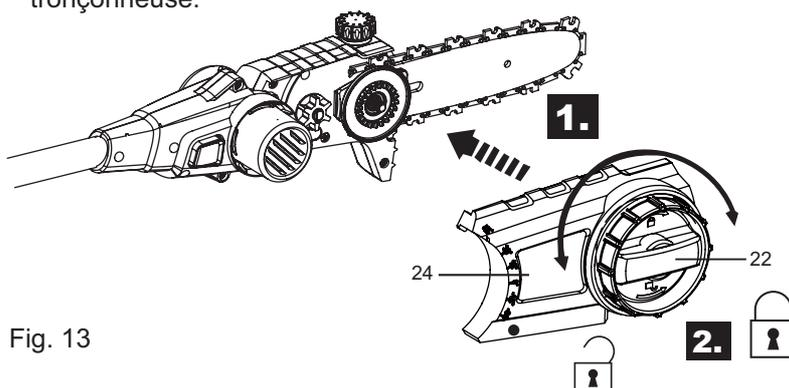

Fig. 13
- > Remplacez le capot [24] sur le produit et serrez légèrement la molette de blocage [22]. (Fig. 13) Ne serrez pas la molette de blocage complètement ; il faut en premier tendre la chaîne de la tronçonneuse.